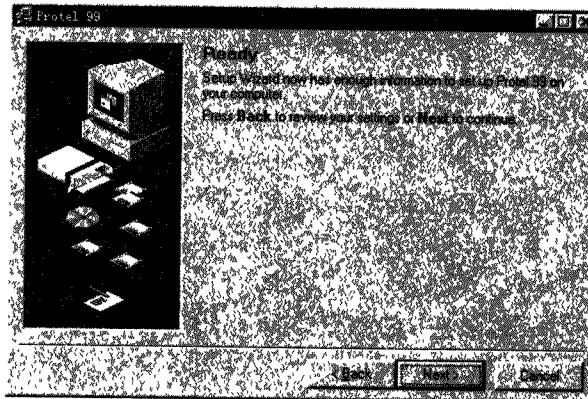

图 1-7 Ready 对话框
9) 单击 Next 按钮后, 屏幕上出现一个 Ready 画面, 提示你一切准备就绪, 同时也告诉你如果想改变某些设置, 可以单击 Back 按钮返回, 如图 1-7 所示。